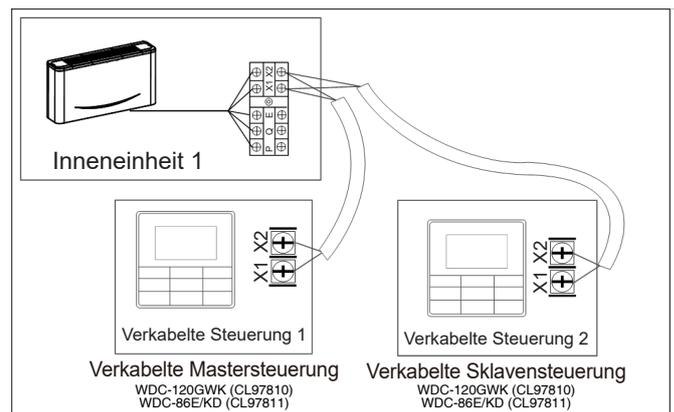

Abbildung 6.7
- Verwenden Sie 1 verkabelte Steuerung zum Steuern einer Inneneinheit oder 2 verkabelte Steuerungen (eine Master- und eine Sklave-Steuerung) zum Steuern einer Inneneinheit (siehe Abb. 6.7).